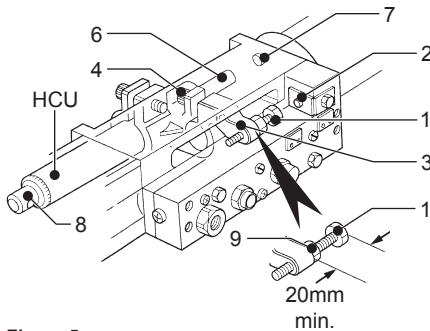

Figura 5
- Use (1), en la Figura 5, para ajustar definitivamente la profundidad.
- Inmovilice usando (9), en la Figura 5.
- Ajuste la separación entre (2) y (3), en la Figura 5, de manera que igualen la profundidad de roscado MÁS la distancia del macho sobre la pieza.